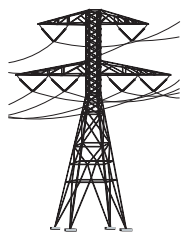

fig. 1
**En outre, au dos de la machine, une borne portant le symbole (voir fig.1) sert à la connexion équipotentielle entre les différents appareils (voir normes installations électriques).**